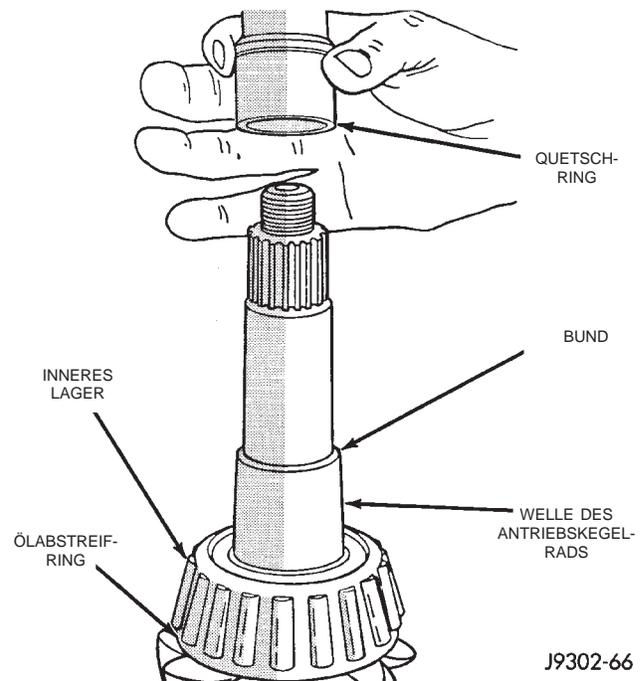
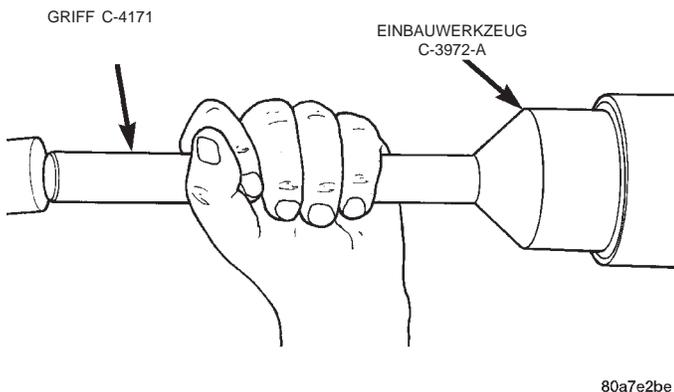

Abb. 13 Quetschring
Abb. 14 Wellendichtring einbauen
- (1) Einen neuen Quetschring auf die Welle schieben (Abb. 13).
- (2) Das Antriebskegelrad im Differentialgehäuse einbauen, wenn es ausgebaut war.
- (3) Vorderes Ritzellager einbauen, wenn es ausgebaut war.
- (4) Die Lippe des Wellendichtrings mit Getriebeöl leicht einölen. Den Dichtring mit Werkzeug C-3972-A und Griff C-4171 einbauen (Abb. 14).